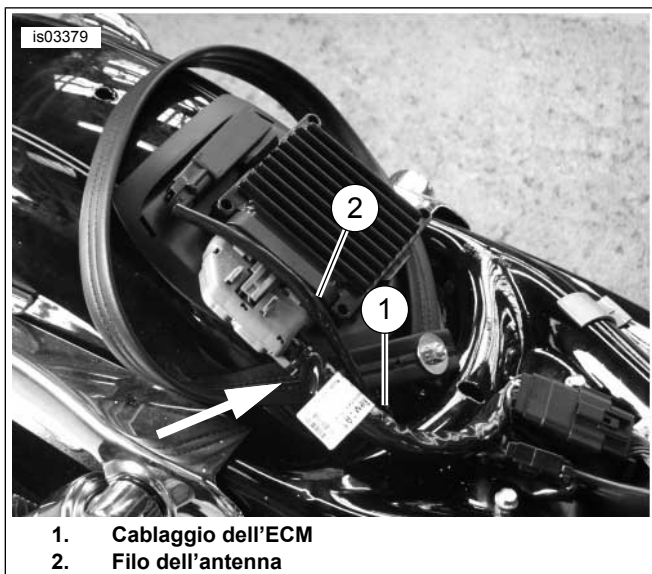

Figura 5. Disposizione della cinghia di appiglio sotto i fili (modelli 2007-2009)
2. Vedere Figura 5. *Modelli 2007-2009:* Passare la cinghia di appiglio sotto il cablaggio dell'ECM (1) e il filo dell'antenna (2). È importante passare la cinghia di appiglio **sotto** il cablaggio e il filo dell'antenna in modo che non interferisca con i fili. Se si passa la cinghia di appiglio sopra i fili, potrebbe toccarli quando la sella è completamente installata. *Tutti gli altri modelli:* Avvolgere la cinghia di appiglio intorno alla parte superiore del parafango posteriore.